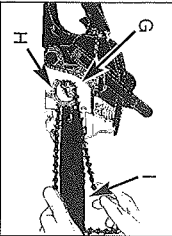

Fig. 3E
8. Faites glisser la chaîne autour de l'engrenage (G) derrière l'embrayage (H). Assurez-vous que les blets lettres s'adaptent bien entre les dents de l'engrenage. (Fig. 3E)
9. Guidez les maillons-guide dans la rainure de guide (I) et autour du bout de la barre. (Fig. 3E)